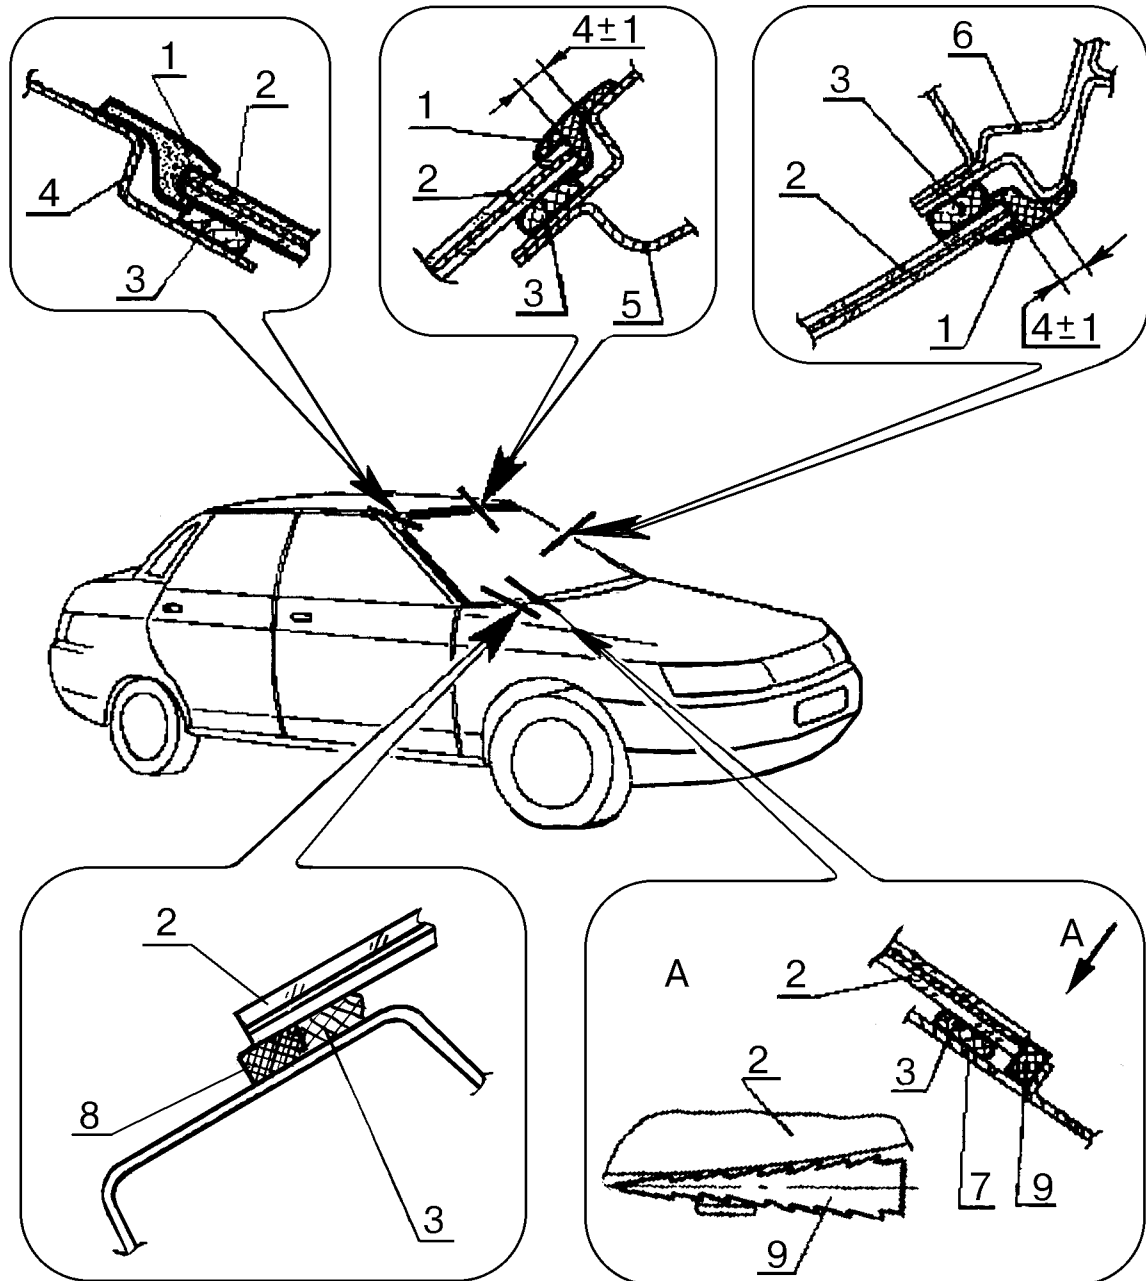

Рис. 4. Установка стекла и окантовок ветрового стекла:
2.8 Снять окантовку 1, рис. 4, ветрового стекла (инструмент по п.2.7).